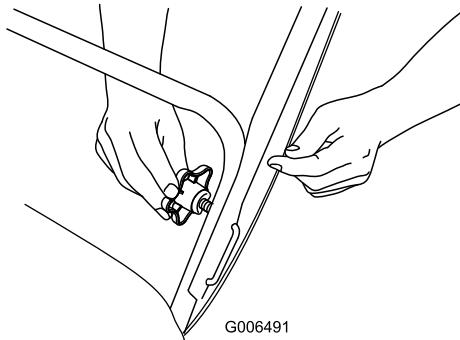

Рисунок 4
2. Вставьте конец фиксатора "П"-образной рукоятки в открытое отверстие рукоятки, и надежно затяните головки рукоятки (Рисунок 4).